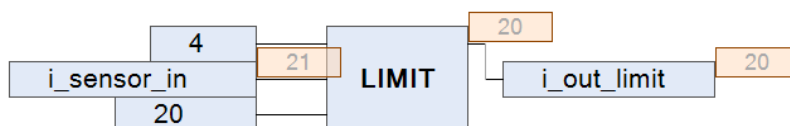

Рисунок 2.26 – Оператор «Ограничитель»
**Ограничитель.** Ограничитель (LIMIT) – оператор, который ограничивает значение переменной в заданном промежутке значений, который работает со всеми типами данных. В своей структуре оператор имеет три входа и один выход. Первому входу присваивается начальное значение промежутка, второй вход – переменная, которую мы ограничиваем, третий вход – конечное значение промежутка (рис. 2.26). Если значение лимитированной переменной выходит за указанный промежуток, то выходу присваивается значение промежутка, близкому к заданному.